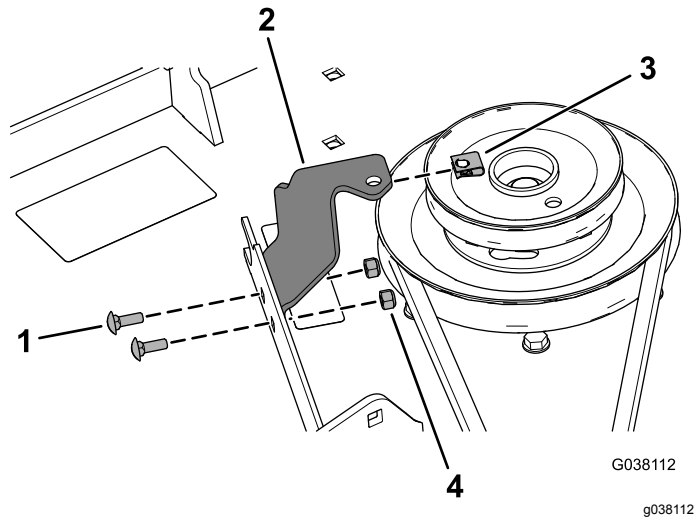

Figure 31
- Fixez le support du couvercle de courroie sur le plateau de coupe à l'aide de 2 boulons de carrosserie (1/4" x 3/4") et de 2 contre-écrous (1/4"), comme montré à la Figure 31.
- Placez l'écrou rapide sur le support du couvercle de courroie (Figure 31).